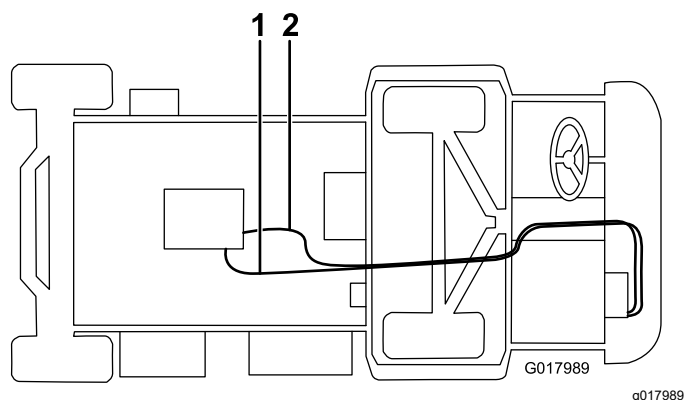

Figura 18
5. Conecte la manguera larga a la válvula del calentador con una abrazadera y pásela por debajo de la máquina, por encima del eje y hasta el acoplamiento recto (Figura 18). Corte cualquier exceso de la manguera para que se ajuste.
6. Conecte la manguera más corta al acoplamiento en T de llenado blanco con una abrazadera, pásela por la abrazadera en R del soporte del calentador y conéctela al acoplamiento en T de la manguera inferior del radiador con una abrazadera (Figura 18). Corte cualquier exceso de la manguera para que se ajuste.